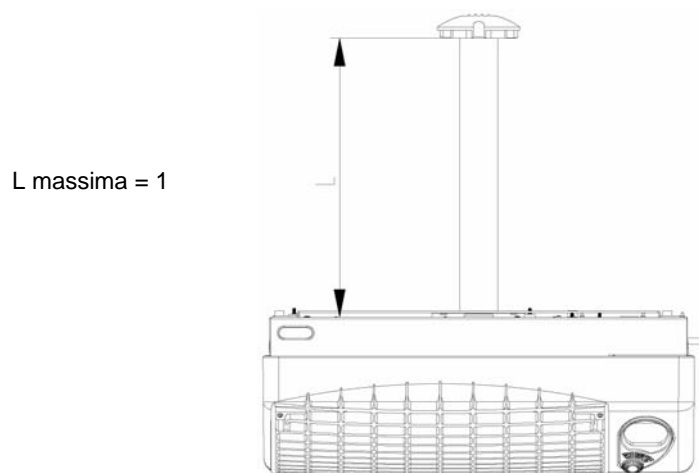

Figura 3 – Installazione con tubi coassiali
- Con tubi coassiali con uscita sulla parete di installazione (lunghezza massima tubi 1 metro) (vedi Figura 3).